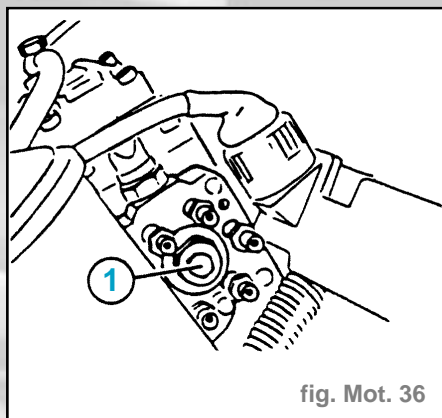

fig. Mot. 36
- Desserrer le bouchon fileté (1) de deux tours complets, faire tourner le moteur au démarreur jusqu'à ce que du gazole s'échappe (fig. Mot. 36).